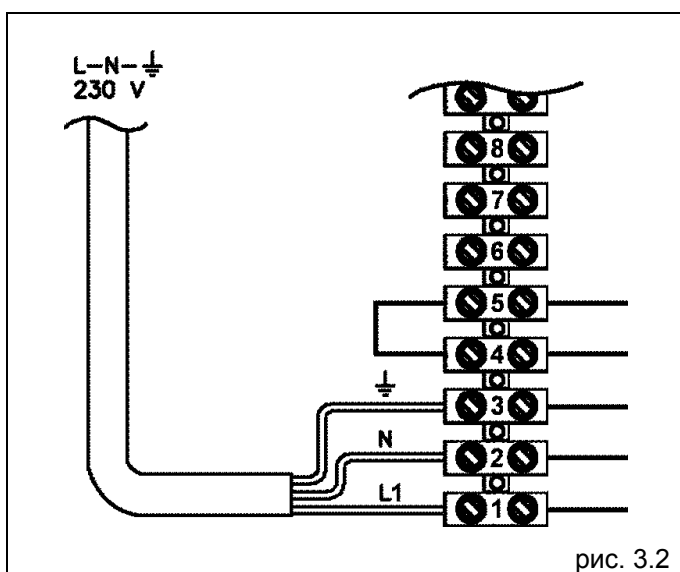

рис. 3.2
- подключение электрического питания (рис. 3.2)